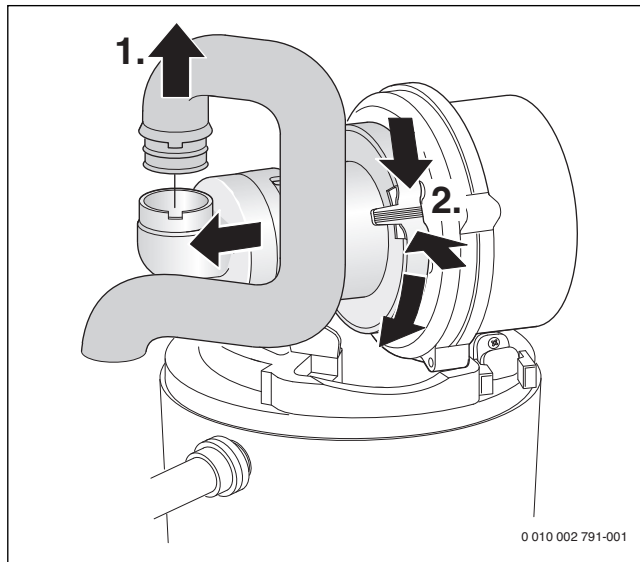

Рис. 50 Демонтаж всасывающей трубы и смесительного устройства
- ▶ Демонтируйте смесительное устройство (→ рис. 50).